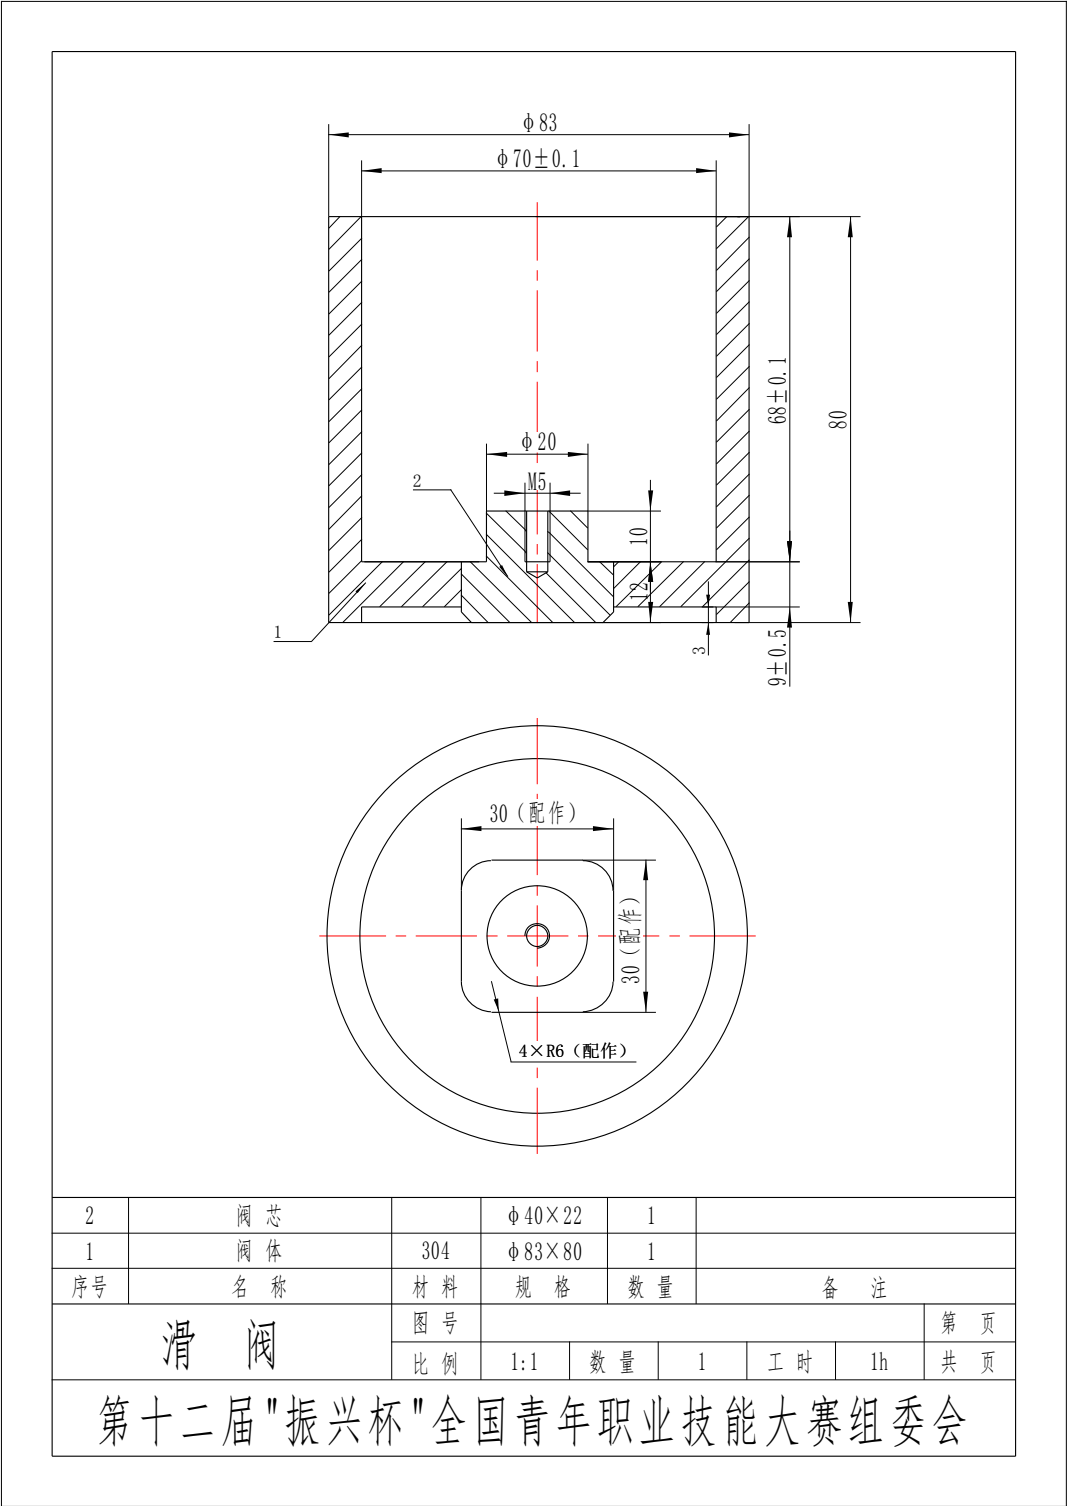

图 13 滑阀装配体
(1) 竞赛内容:
①滑阀结构如图 13 所示。
②阀体由各参赛选手于赛前自行加工，比赛时带到比赛现场，现场做标记，材料为 304 不锈钢；
③阀芯毛坯由大赛组委会提供，比赛选手现场按照阀体尺寸进行配作；
④阀芯配作完成后，与阀体的装配由选手进行，阀芯必须能完全通过阀体，如不能完全通过阀体，此项比赛按零分记。
(2) 评分说明: